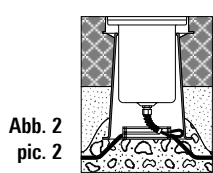

Abb. 2
- 2) In gefliesten oder gepflasterten Bereichen (Abb. 2)